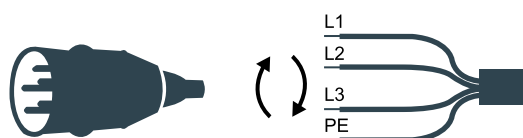

Imagen 16 Conexión eléctrica.
5. Pulse el botón del dispositivo de control para elevar la plataforma. Suelte el botón cuando la plataforma esté a la altura deseada o después de aproximadamente 10 segundos si la plataforma no se eleva. Si la plataforma no se eleva, es probable que el motor eléctrico esté girando en la dirección equivocada; corte la corriente e interrumpa dos de las fases de conexión eléctrica (véase la imagen 16) y luego intente elevar la plataforma de nuevo.